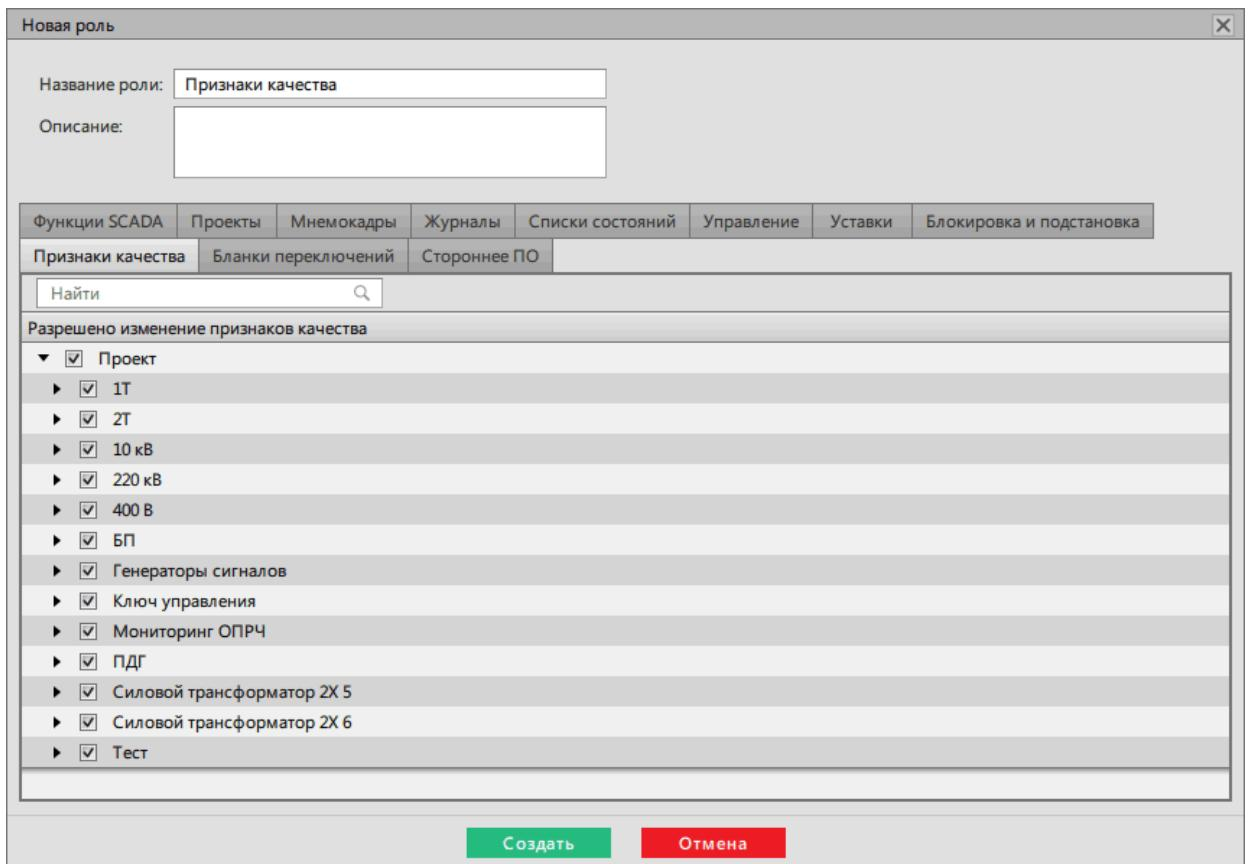

Рисунок 212 - Создание роли
4. Перейдите на вкладку **Роли**. Создайте роль, в которой на вкладке **Признаки качества** дайте права для изменения признаков качества сигналам проекта (Рисунок 212).